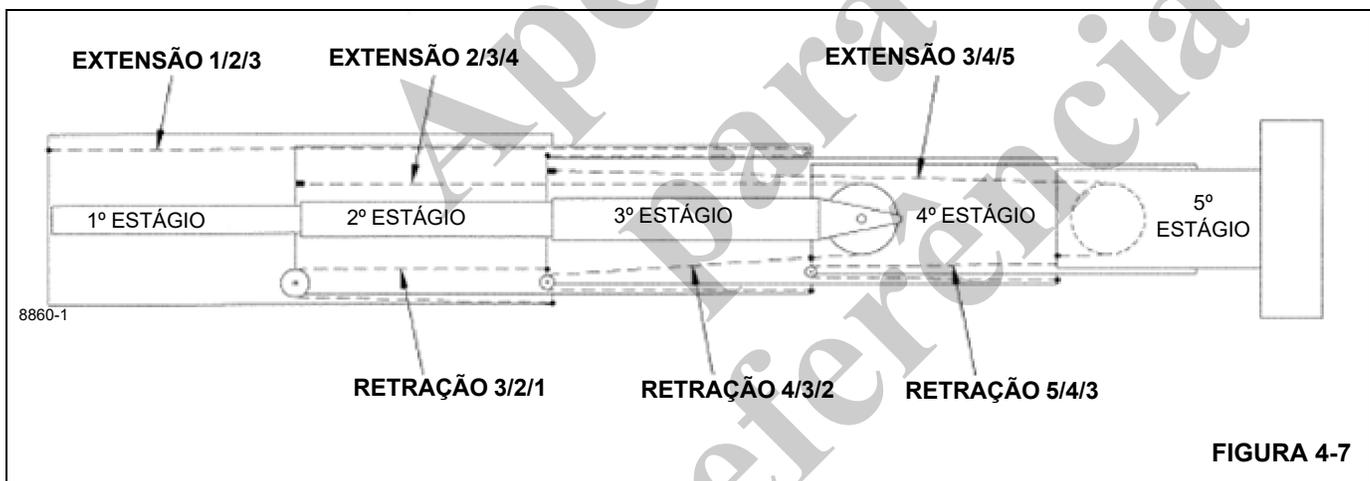

FIGURA 4-7
7. Instale as placas de retenção do cabo de extensão 3/4/5 (30) na parte interna da base da 4ª seção da lança, mantendo os cabos de extensão 3/4/5 (89) entre a abertura da placa e a placa lateral da 4ª seção da lança com a extremidade rosqueada do cabo de extensão 3/4/5 além da base da 4ª seção da lança e da placa de retenção do cabo.
8. Pressione a extremidade do botão do cabo de retração 5/4/3 (57) através da abertura na base inferior da 4ª seção da lança e dobre as extremidades do botão para fora da parte de trás da 4ª seção. Puxe as extremidades rosqueadas dos cabos de retração 5/4/3 (57) em direção à ponta da lança. Instale o pino de retração 5/4/3 e de extensão 2/3/4 (80) no retentor na base da 4ª seção da lança. Faça um laço com os cabos de retração 5/4/3 (57) sobre o pino (80) e instale a extremidade do botão dos cabos de retração 5/4/3 (57) na placa de fixação na base inferior da 5ª seção da lança.
9. Instale duas placas de montagem (156) da placa de desgaste superior, as placas de desgaste superiores (179), as placas dos cames (193), uma placa de desgaste inferior (45) e os calços (44) na base da 4ª seção da lança. Instale duas placas de desgaste laterais (42) e calços (68) na base da 4ª seção da lança. Calce de acordo com as instruções de calibragem descritas nesta seção ou conforme a sequência original das placas removidas que foram etiquetadas.
10. Levante e apoie a 4ª/5ª seções da lança e instale-as na 3ª seção da lança aproximadamente 15 pés. Tenha cuidado para manter os cabos de retração 5/4/3 (57) esticados, não cruzando os cabos e mantendo todos os cabos longe de pontos de compressão criados pelas linguas e placas inferiores.
11. Eleve a 4ª/5ª seções da lança contra a parte superior da 3ª seção da lança e instale as placas de desgaste (192) na ponta inferior da 3ª seção da lança. Abaixo a 4ª/5ª seções da lança até as placas de desgaste na 3ª seção da lança. Pressione a 4ª/5ª seções da lança para dentro da 3ª seção da lança deixando aproximadamente 4 pés da 4ª/5ª seções da lança para fora da 3ª seção.
12. Monte os retentores do cabo de retração 5/4/3 (25) nos cabos de retração 5/4/3 (57), coloque duas porcas logo após o plano na extremidade rosqueada dos cabos de retração e monte na ponta inferior da 3ª seção da lança.
13. Aplique fita juntando a placa de desgaste do lado superior (153) e retentores da placa de desgaste lateral (154, 189) e, em seguida, instale o conjunto placa de desgaste/retentor no lado interno dianteiro da 3ª seção da lança. Instale as placas de desgaste do lado inferior (200, 201) com calços (13, 14) no lado interno dianteiro da 3ª seção da lança. Instale a placa de desgaste superior (110) com os calços (111) e a guia do cabo (76) com as placas de desgaste (77, 109) e os elementos de fixação relacionados na parte superior dianteira da 3ª seção da lança. Calce de acordo com as instruções de calibragem descritas nesta seção. Empurre a 4ª/5ª seções da lança para dentro da 3ª seção da lança até que as placas de desgaste superiores na base da 4ª seção da lança estejam acessíveis através do furo de acesso na base da 3ª seção da lança. Centralize a 4ª/5ª seções da lança com a 3ª seção da lança e, em seguida, ajuste as placas de desgaste superiores de acordo com as instruções de calibragem nesta seção. Pressione a 4ª/5ª seções da lança completamente para dentro da 3ª seção da lança e trace uma marca na ponta da 4ª seção da lança na frente da placa de desgaste lateral na 3ª seção, para a sequência de retração (Figura 4-7). Mantenha os cabos de extensão 3/4/5 (89) e os cabos de retração 5/4/3 (57) esticados enquanto guia os cabos de extensão 3/4/5 (89) nas placas de fixação na base superior da 3ª seção da lança. Rosqueie as porcas nos cabos de extensão 3/4/5 logo após os planos.
14. Remova os cabos de retração 5/4/3 (57) da placa de fixação na base inferior da 5ª seção da lança e faça um laço com os cabos para trás da base da lança.
16. Instale os rolamentos (186) nas polias do cilindro de extensão 2/3/4 (187). Aplique uma camada de graxa de chassi no rolamento e instale as polias de extensão 2/3/4 (187) no cilindro de extensão.
17. Remova o pino de retração 5/4/3 e de extensão 2/3/4 (80) do retentor na base da 4ª seção da lança.
18. Passe os cabos de extensão 2/3/4 (29) sobre as polias do cilindro de extensão 2/3/4 (187), instale as hastes de retenção (120) na parte superior e inferior da caixa de polias do cilindro de extensão. Instale as placas de desgaste (116, 121) na ponta dianteira do cilindro de extensão. Instale os cabos no pino de retração 5/4/3 e de extensão 2/3/4 (80). Instale as buchas usinadas internas (47), os anéis de retenção, as graxeiros e os bujões no pino de retração 5/4/3 e de extensão 2/3/4 (80). Instale os rolamentos nas polias de retração 5/4/3 (48) e pincele com graxa de chassi. Instale os anéis de pressão (49), as buchas usinadas (23) e as polias de retração 5/4/3 (48) no pino de retração 5/4/3 e de extensão 2/3/4 (80).
19. Apoie e instale o cilindro de extensão aproximadamente 3 m (10 pés) dentro da base da 5ª seção da lança; pode ser necessário elevar e abaixar a extremidade externa do cilindro para inserir o cilindro na seção da lança. Pressione a 5ª seção da lança completamente para dentro da 4ª seção da lança e eleve o cilindro de extensão para a parte superior da 3ª seção da lança. Instale o pino de retração 5/4/3 e de extensão 2/3/4 (80) nas placas de fixação na base da 4ª seção da lança com as graxeiros voltadas para a base da lança. Instale os cabos de retração 5/4/3 (57) nas fixações na base da 5ª seção da lança e instale o parafuso de retenção do cabo (54) no furo rosqueado no bloco de retenção do cabo na parte inferior traseira da 5ª seção. Enrole os cabos de retração 5/4/3 (57) nas polias de retração 5/4/3 (48).
20. Instale as guias dos cabos de retração (33) na base da 4ª seção da lança.
22. Instale a placa de desgaste (112) e os cabos de retração 4/3/2 (53) no retentor do cabo de retração 4/3/2 (79). Instale o retentor dos cabos de retração 4/3/2 (79) nas placas de fixação na base da quarta seção da lança e passe as extremidades rosqueadas dos cabos de retração 4/3/2 (53) para baixo através da abertura na base da 3ª seção da lança, e puxe as extremidades rosqueadas dos cabos de retração 4/3/2 (57) em direção à ponta da lança.
23. Instale os rolamentos (137) nas polias de retração 4/3/2 (34) e, com pincel, aplique graxa de chassi. Instale os anéis de pressão, as buchas, as polias de retração 4/3/2, as graxeiros e os bujões no pino de retração 4/3/2 (38). Passe os cabos de retração 4/3/2 (53) ao redor das polias de retração 4/3/2 (34). Instale o pino de retração 4/3/2 (38) nas placas de fixação na base da 3ª seção da lança.
- 30.** Monte os conjuntos das placas de retenção dos cabos de retração 4/3/2 (190) nos cabos de retração 4/3/2 (53), instale duas porcas logo depois da parte plana nos cabos de retração 4/3/2 e monte na ponta inferior da 2ª seção da lança. Tome cuidado para não cruzar os cabos.
- 31.** Aplique fita juntando a placa de desgaste do lado superior (153) e retentores da placa de desgaste lateral (154, 189) e, em seguida, instale o conjunto da placa de desgaste/retentor no lado interno dianteiro da 2ª seção da lança. Instale as placas de desgaste laterais inferiores (96) com calços (13) no lado interno dianteiro da 2ª seção da lança. Instale a placa de desgaste superior (184) com os calços (183), a guia do cabo (81) com as placas de desgaste (82, 84) e os elementos de fixação relacionados na parte superior dianteira da 2ª seção da lança. Calce de acordo com as instruções de calibragem descritas nesta seção. Deslize o conjunto da caixa de polias dos cabos de extensão 1/2/3 (que está na ponta superior da 3ª seção da lança) para a posição na 2ª seção da lança. Instale graxas (59) nos pinos das polias de extensão 1/2/3 (22). Empurre a 3ª/4ª/5ª seções da lança para dentro da 2ª seção da lança até que as placas de desgaste superiores na base da 3ª seção da lança estejam acessíveis através do furo de acesso na base da 2ª seção da lança. Centralize a 3ª/4ª/5ª seções da lança com a 2ª seção da lança e, em seguida, ajuste as placas de desgaste superiores de acordo com as instruções de calibragem nesta seção. Pressione as 3ª/4ª/5ª seções da lança para dentro da 2ª seção da lança até que atinjam o batente contra as orelhas do cilindro e trace uma marca na ponta da 3ª seção da lança na frente da placa de desgaste lateral na 2ª seção, para a sequência de retração (Figura 4-7). Instale arruelas lisas e parafusos de ressalto (148) com Loctite® para prender o cilindro da 2ª seção na 2ª seção da lança.
- 32.** Instale a placa de desgaste (164) na parte superior do conjunto de fixação dos cabos de extensão 2/3/4 (163), em seguida, instale o conjunto de fixação dos cabos de extensão 2/3/4 nas fendas na base da parte superior da 2ª seção da lança enquanto guia os cabos de extensão 2/3/4 (29) no conjunto de fixação. Instale porcas e espaçadores (161) nas extremidades rosqueadas dos cabos de extensão 2/3/4. Trave o conjunto de fixação do cabo no lugar com os parafusos (162) pelas placas laterais superiores traseiras da 2ª seção da lança. Assegure que os cabos de extensão 1/2/3 (10) tenham roscas na parte superior do ponto de apoio dos cabos de extensão 2/3/4 (163).
- 33.** Instale os cabos de retração 3/2/1 (19) no ponto de apoio dos cabos de retração 3/2/1 (51) e instale nas placas de fixação na base da 3ª seção da lança, com os cabos de retração 3/2/1 dobrados atrás da lança. Instale o retentor do ponto de apoio dos cabos de retração 3/2/1 (108) no ponto de apoio dos cabos de retração 3/2/1 (51).
- 34.** Instale os rolamentos (137) nas polias de retração 3/2/1 (114) e aplique graxa de chassi com pincel. Instale os anéis de pressão (37), as buchas (36), as polias de retração 3/2/1 (114), as graxas (59) e os bujões (46) no pino de retração 3/2/1 (38). Passe os cabos de retração 3/2/1 (19) ao redor das polias de retração 3/2/1 (114). Instale o pino de retração 3/2/1 (38) nas placas de fixação na base da 2ª seção da lança puxando as extremidades rosqueadas dos cabos de retração 3/2/1 (19) em direção à ponta da lança. Instale os parafusos de retenção do pino de retração 3/2/1 (149) atrás do pino de retração (38).
- 35.** Instale as guias dos cabos de retração (31) na base da 2ª seção da lança.
- 36.** Instale duas placas de montagem (202) da placa de desgaste superior, as placas de desgaste (28), as placas dos cames (193), uma placa de desgaste inferior (165) e os calços (167) na base da 2ª seção da lança. Encaixe os cabos de retração 3/2/1 (19) entre a parte inferior da segunda seção da lança e os calços da placa inferior. Instale duas placas de desgaste laterais (42) e calços (68) na base da 2ª seção da lança. Calce de acordo com as instruções de calibragem descritas nesta seção.
- 37.** Gire o eixo da 1ª seção do cilindro, de forma que a válvula de compensação esteja diretamente abaixo da linha de centro do eixo. Eleve e apoie a 2ª/3ª/4ª/5ª seções da lança e instale-as aproximadamente 405 m (15 pés) dentro da 1ª seção da lança. Tenha o cuidado de manter os cabos de retração 3/2/1 (19) esticados, não cruzando os cabos e mantendo todos os cabos afastados dos pontos de compressão criados pelas linguas e placas inferiores.
- 38.** Levante a 2ª/3ª/4ª/5ª seções da lança contra a parte superior da 1ª seção da lança e instale as placas de desgaste (198) na ponta inferior da 1ª seção da lança. Abaixo a 2ª/3ª/4ª/5ª seções da lança até as placas de desgaste na 1ª seção da lança. Pressione a 2ª/3ª/4ª/5ª seções da lança para dentro da 1ª seção da lança, deixando aproximadamente 1,2 m (4 pés) da 2ª/3ª/4ª/5ª seções da lança para fora da 1ª seção da lança.
- 39.** Monte os retentores dos cabos de retração 3/2/1 (150) nos cabos de retração 3/2/1 (19), instale duas porcas logo depois da parte plana nos cabos de retração 3/2/1 e monte na ponta inferior da 1ª seção da lança. Tome cuidado para não cruzar os cabos.
40. Aplique fita juntando a placa de desgaste do lado superior (153) e retentores da placa de desgaste lateral (154, 189) e, em seguida, instale o conjunto da placa de desgaste/retentor no lado interno dianteiro da 1ª seção da lança. Instale as placas de desgaste laterais inferiores (72), a placa de encosto (71) e a placa traseira (70) na parte frontal externa da 1ª seção da lança. Instale a placa do espaçador de aço superior (52) com calços (138) na ponta da lança da 1ª seção, aplique Loctite® nos parafusos. Calce de acordo com as instruções de calibragem descritas nesta seção.
41. Instale a guia do cabo (81) com a placa de desgaste (82) e os elementos de fixação relacionados na parte superior dianteira da 1ª seção da lança.
42. Empurre a 2ª/3ª/4ª/5ª seções da lança para dentro da 1ª seção da lança até que as placas de desgaste superiores na base da 2ª seção da lança estejam acessíveis através do furo de acesso na base da 1ª seção da lança. Centralize a 2ª/3ª/4ª/5ª seções da lança com a 1ª seção da lança e, em seguida, ajuste as placas de desgaste superiores de acordo com as instruções de calibragem nesta seção. Pressione a 2ª/3ª/4ª/5ª seções da lança completamente para dentro da 1ª seção da lança mantendo os cabos de retração 3/2/1 esticados e trace uma marca na ponta da 2ª seção da lança na frente da placa de desgaste lateral na 1ª seção, para a sequência de retração (Figura 4-7). Fixe a haste do cilindro da 1ª seção na placa da base da 1ª seção com arruela (7) e o parafuso de ressalto (11) que foi apertado com o torque correto e ao qual foi aplicado Loctite®.
43. É importante nesta etapa que as porcas estejam frouxas nos cabos de retração 3/2/1 (19) na ponta inferior da 1ª seção da lança. Instale os cabos de extensão 1/2/3 (10) nos furos na base da 1ª seção da lança, instale duas porcas logo depois das partes planas.
O tensionamento dos cabos (Consulte a Figura 4-7) deve ser na seguinte ordem: